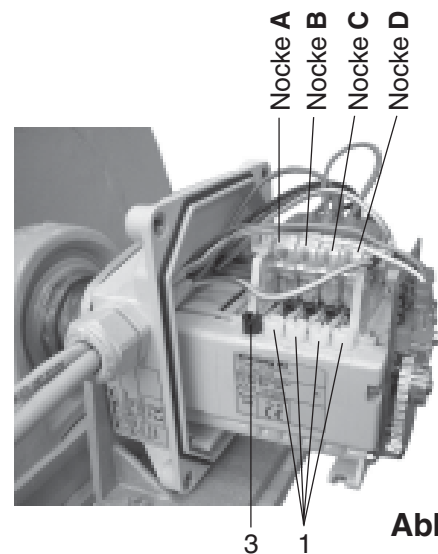
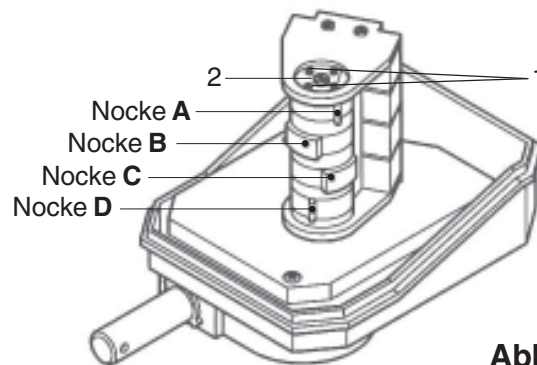

Abb. 1.1.1
Abb. 1.1.2
Er besteht aus einem Schneckenmechanismus auf einem Schneckengetriebe und einer Reihe von Begrenzungsrädern zur Steuerung der Schalnocken zur Aktivierung des End- und Vorendschalters (Abb. 1.1.1 und 1.1.2).
Die Kalibrierung der Nocken mit den Einstellschrauben (1) vornehmen (Abb. 1.1.1 und 1.1.2); die Befestigungsschraube (2) gut anziehen (Abb. 1.1.2).
Der gesamte Nockenblock kann mit der Schraube (3) bewegt, dadurch bleiben die durchgeführten Einstellungen unverändert. (Abb. 1.1.1).
Nockeneinstellung (Abb. 1.1.1)
2.2.1 Nockeneinstellung (Abb. 1.1.1)
Die Nocken haben die folgende Funktion (Abb. 1.1.1):